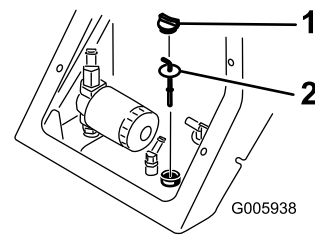

Рисунок 40
4. Очистите зону вокруг заливной горловины и крышки гидравлического бака (Рисунок 40).
5. Снимите крышку заливной горловины и проверьте уровень жидкости с помощью масломерного щупа (Рисунок 40).